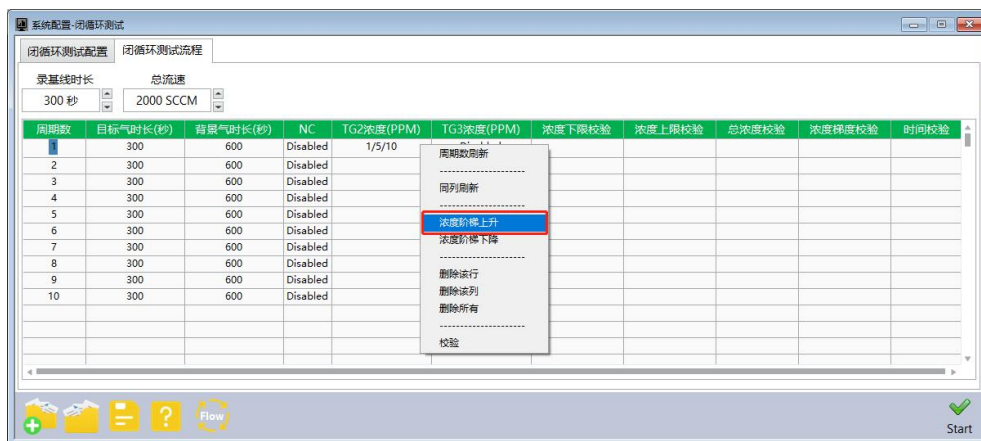

图 12
(4) 关闭帮助界面，在给定的浓度范围内输入目标气浓度。设置目标气浓度时可以选择同列刷新或者浓度阶梯上升/浓度阶梯下降，如图 12 所示，输入 TG2 浓度为 1/5/10，选择浓度阶梯上升，则第一个周期 TG2 浓度初始值为 1PPM，往后每个周期浓度都比上一周期浓度高 5PPM，共有 10 个周期。